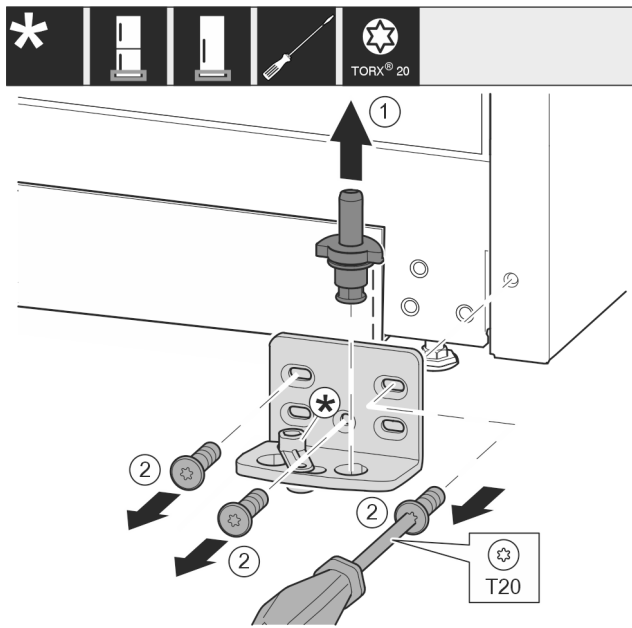

Fig. 44 *
- ▶ Estrarre completamente verso l'alto i perni di supporto Fig. 44 (1)*
- ▶ Svitare le viti Fig. 44 (2) con un cacciavite e rimuovere il blocco di supporto.*